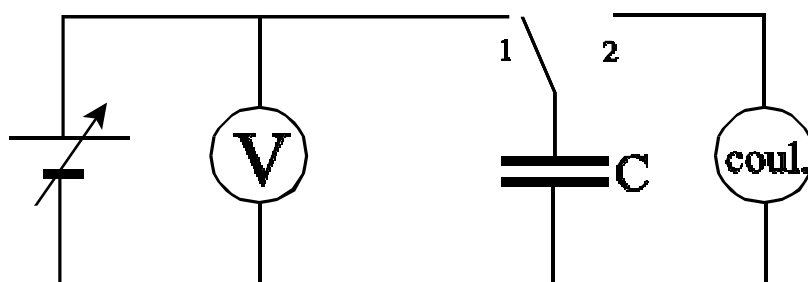

Figura 1
Observem la proporcionalitat (1) entre la tensió aplicada a un condensador i la càrrega que emmagatzema. Per fer-ho, carreguem el condensador  $C$  a diferents tensions (posició 1 en el circuit de la figura 1) i seguidament en mesurarem la càrrega connectant-lo al coulombímetre (posició 2).